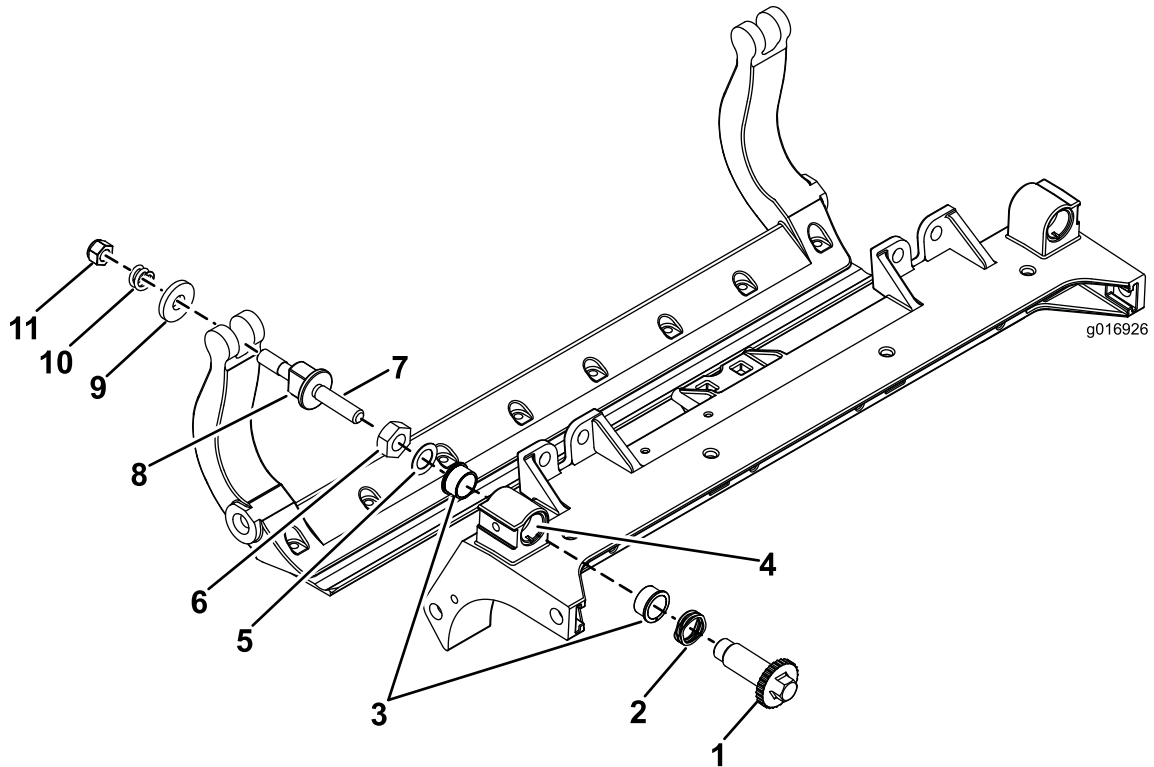

Figura 34
1. Rimuovete tutti i componenti (fate riferimento alle *Istruzioni per l'installazione* del kit DPA HD (Modello N. 120-7230) e a Figura 34).
2. Applicate del lubrificante antigrippaggio all'interno dell'elemento in cui vanno montate le boccole, sul telaio portante dell'apparato di taglio (Figura 34).
3. Allineate le chiavette sulle boccole flangiate alle scanalature sul telaio e montate le boccole (Figura 34).
4. Montate una rondella ondulata sull'albero del dispositivo di regolazione e inserite l'albero all'interno delle boccole flangiate sul telaio dell'apparato di taglio (Figura 34).
5. Fissate l'albero del dispositivo di regolazione con una rondella piana e un dado di bloccaggio (Figura 34). Serrate il dado di bloccaggio a un valore compreso tra 20 e 27 N·m.
Nota: Collocate una rondella in nylon su ciascun lato della flangia di estremità della piastra laterale. Posizionate una rondella in acciaio all'esterno di ciascuna rondella in nylon (Figura 34).
11. Serrate il dado su ciascun gruppo di regolazione della barra di appoggio fino a comprimere completamente la molla di compressione, quindi allentate il dado di 1/2 giro (Figura 34).